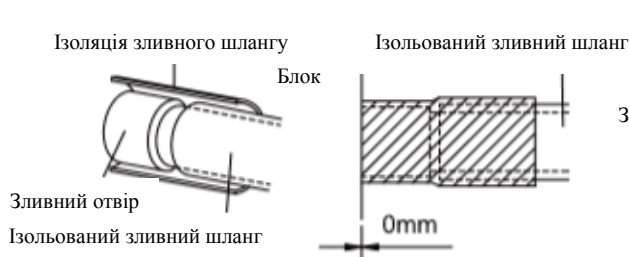

Рисунок 20
9. Обов'язково ізолюйте місце підключення дренажного отвору і зливного шлангу (рис. 20).